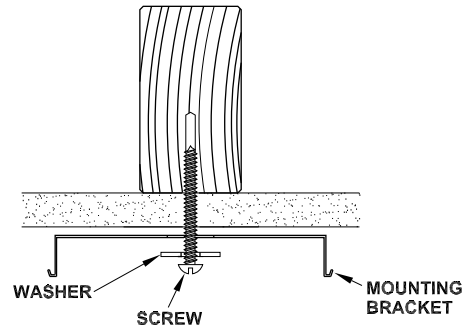

Figure 2
3. Mark location for mounting holes. Mounting brackets (6) can be installed 29-5/8"- 33-1/4" apart on mounting surface (center of bracket to center of bracket). For each bracket, drill 3/32" pilot holes.
If drill encounters ceiling joist, Install bracket with wood screws (9) (included). Tighten screws to secure bracket to mounting surface. **See Fig. 2.** Repeat for other mounting bracket.
Si la perceuse rencontre une solive, percer deux trous de guidage de 3/32 po sur la solive pour deux vis à bois de 1-1/2 po (incluses). Poser une rondelle plate métallique sur chaque vis à bois de 1-1/2 po. Insérer la vis dans le trou central du support de montage. Serrer la vis et fixer solidement le support à la surface de montage. Voir la figure 2. Répéter pour l'autre support de montage.